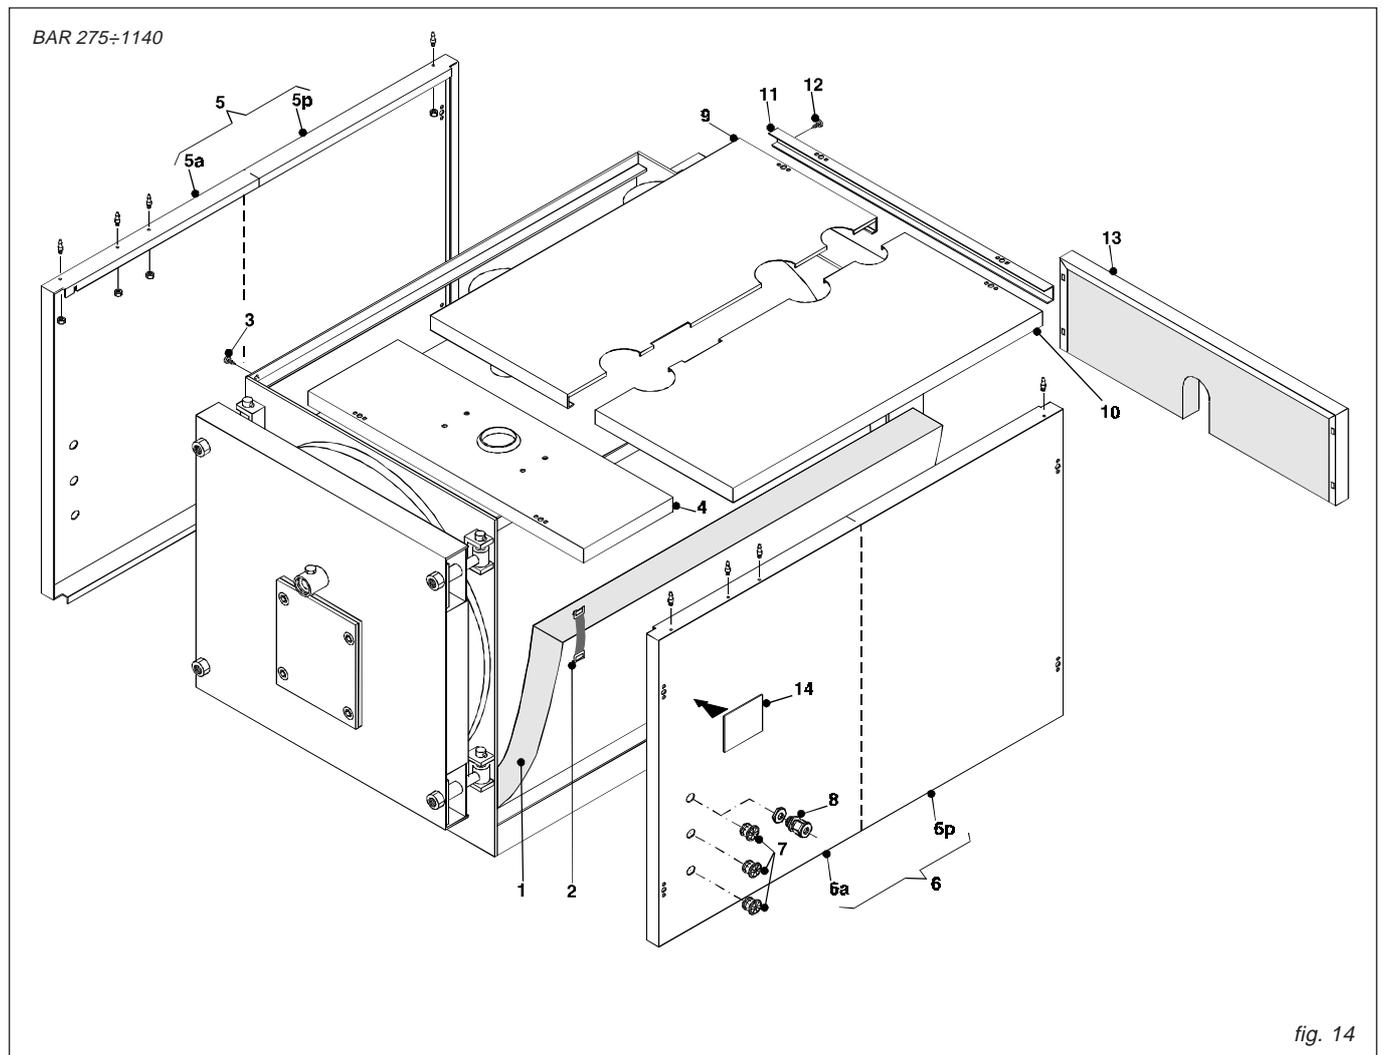

fig. 14
**N.B.** Per i modelli compresi tra **BAR 275 e BAR 550** (rif. fig. 14), il mantello e l'isolamento sono contenuti in 1 imballo marcato:
### Sequenza di montaggio (Rif. fig. 14)